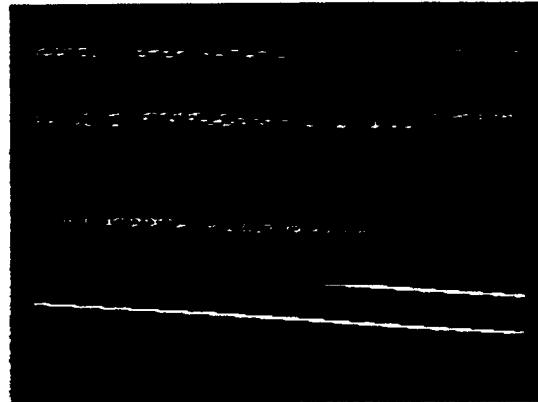

Abb.6a
2.) STEHT DAS BILD STILL, IST JEDOCH DIAGONAL VERZERRT (siehe Abb. 6a) FEHLT DER **ZEILENRÜCKLAUFIMPULS**. In diesem Fall liegt ein horizontaler Synchronisationsfehler vor. Zuerst versucht man es mit dem Regler "Horizontal-Hold". Hilft das nicht, macht man mit der Videoprobe die Eingänge von A6 Pin 10-13 des linken UND-Gatters oder die Ausgänge der Zähler D5 und E5 sichtbar.